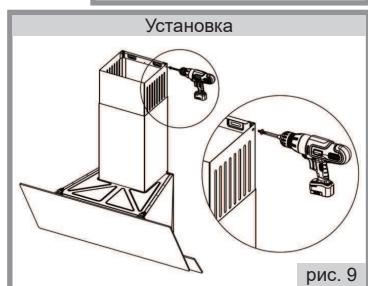

рис. 9
10) Закрепите внешний воздуховод на монтажном кронштейне воздуховода, который находится на верхней поверхности вытяжки (2 шт., справа-слева), используя болты 3,5x6,5 RYSB. (рис. 9)